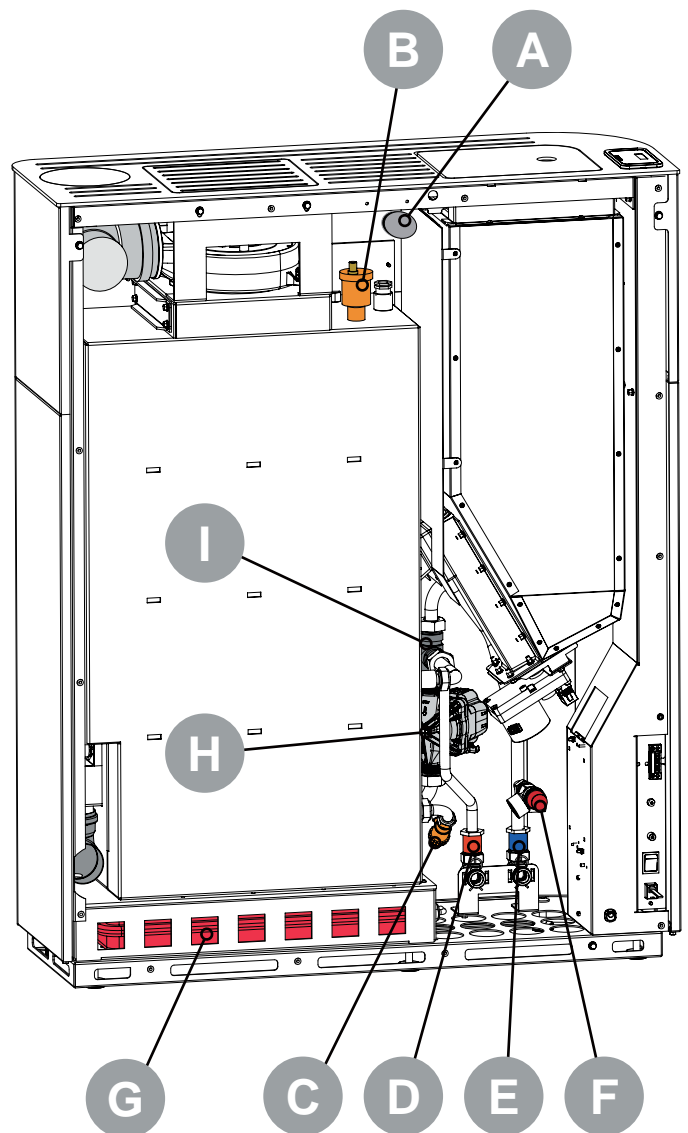

fig. 5.15
5.8.1 Description du circuit hydraulique (fig. 5.15)
5.8.2 Raccordements hydrauliques (fig. 5.15)
- Préparer un tuyau d'évacuation perdu, de diamètre conforme, auquel brancher l'évacuation de la soupape de sûreté (F).